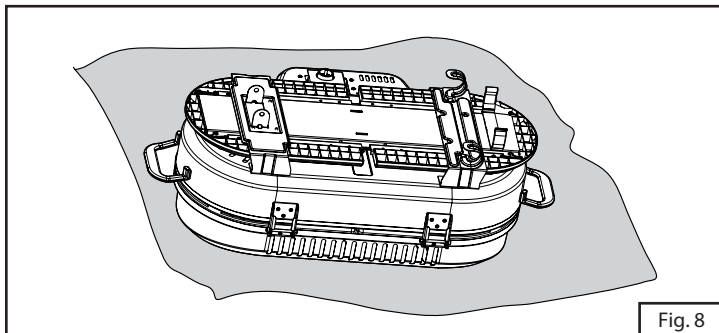

Fig. 8
5. Fixer la table latérale à l'aide de deux rondelles et de deux vis. (Fig. 8)